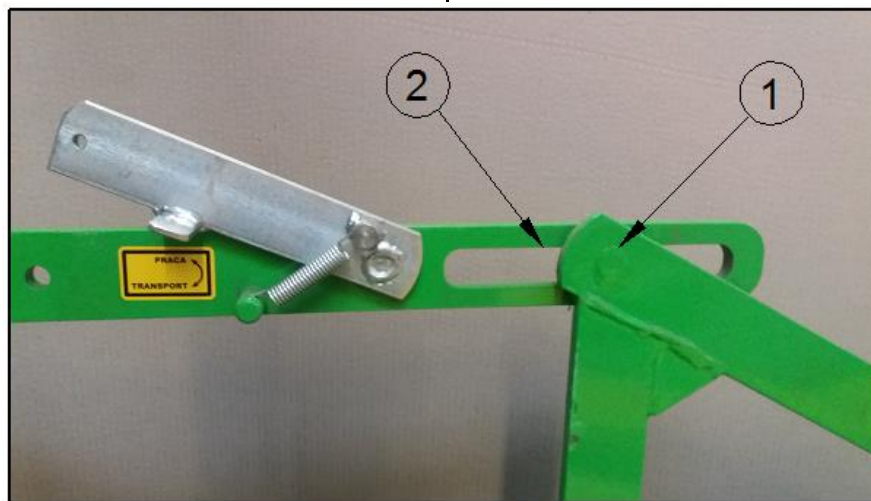

Fig. 10 Corretto adattamento della barra falciante
Dopo aver disposto la barra falciante in configurazione da lavoro, le piastre di scorrimento devono essere parallele al terreno. Nella posizione consigliata, il perno dell'asta di montaggio (fig.10 n.1) dovrebbe essere al centro della scanalatura nell'asta di montaggio (fig.10 n.2).
After setting the mower in operating position, the sliding plates should be parallel to the ground. In the recommended position, the pin of the rod assembly (Fig.10 item 1) should be at the centre of the groove in the rod assembly (Fig.10 item 2).